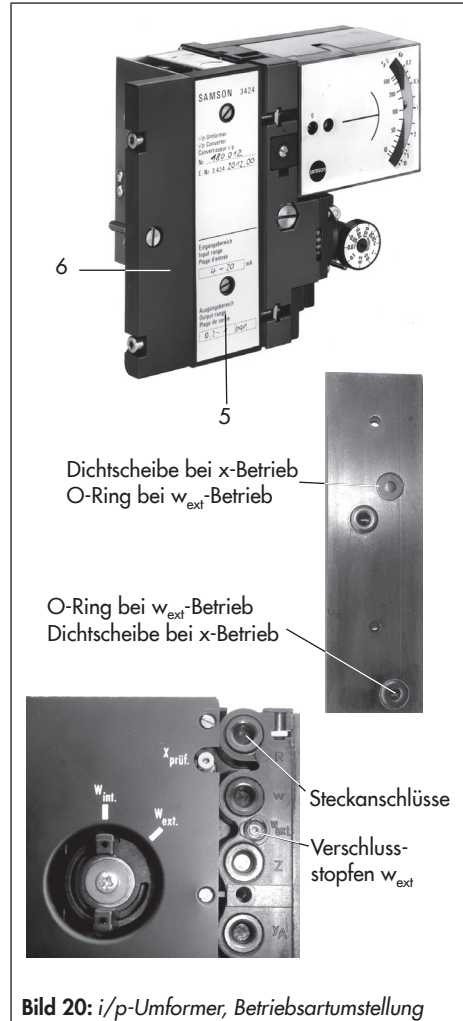

Bild 20: i/p-Umformer, Betriebsartumstellung
3. Die Befestigungsschraube (6) am Reglerbaustein lösen und diesen zusammen mit i/p-Umformer von den selbstdichtenden Steckanschlüssen abziehen und aus der Leitstation herausheben.
4. Die beiden Schrauben (5) am Umformer lösen und Abschlussplatte abnehmen.
5. Auf der Innenseite der Platte die Lage von O-Ring und Dichtscheibe auf den Bohrungen nach Bild 20 gegeneinander tauschen.